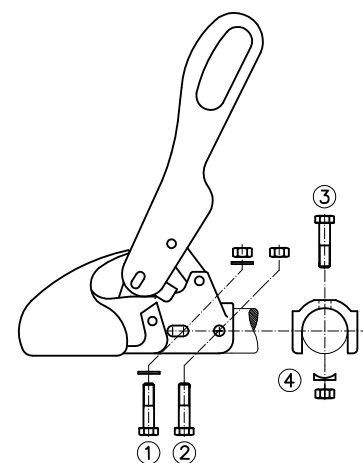

Bild 3 : Anslutning
Kulkopplingarna WS 3000-H/L/LB är specialutföranden för påskjutsbromsar och monteras med korsförskruvning (1)+(3) och ett hålavstånd på **40 mm** (bild 3). Monteringsmaterialet ingår inte i leveransen.
2.2 Om kulkopplingen WS 3000/3500 monteras som ersättning för en annan kopplingstyp, är det för påskjutsbromsens funktion viktigt, att stötdämparen åter byggs in enligt gällande föreskrifter och att eventuella distansrör i dragröret monteras på rätt sätt. Vid WS 3000-D använd de medlevererade bultarna med \varnothing 12x34 mm eller \varnothing 12x49 mm som hjälpmedel, beroende på dragstångens diameter. Vid WS 3500-D \varnothing 14x63 mm. Använd de medlevererade bultarna \varnothing 2x34 mm eller \varnothing 12x49 mm som hjälpmedel, beroende på dragstångens diameter. Använd bultarna som drivare för monteringskruven (2) eller (3) (bild 3) beroende på hur stötdämparen är monterad och låt dem sitta kvar i tryckstången medan kulkopplingen demonteras/monteras för centrerung av stötdämparen i dragröret. Avlägsna bultarna igen när den nya monteringskruven förs igenom.